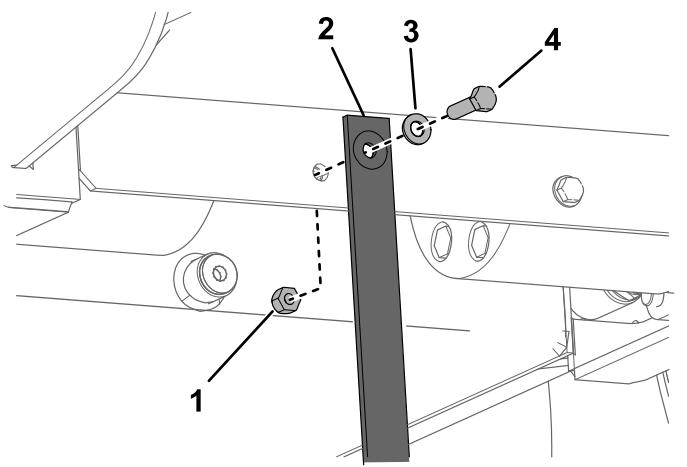

Figura 32
3. Sostituite la cinghia antistatica sotto alla pedana come mostrato nella Figura 32.